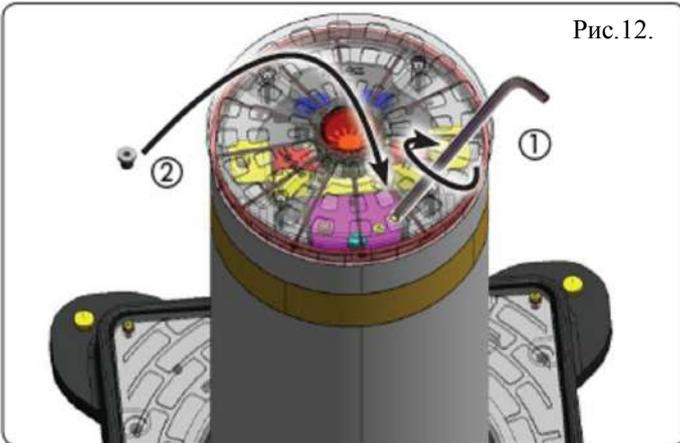

Рис.12.
- 2.Поверните по часовой стрелке до упора (рис.12, обозначение (1)).
- 3.Снова затяните закрывающий винт в головной части тумбы (рис.12, обозначение (2)).